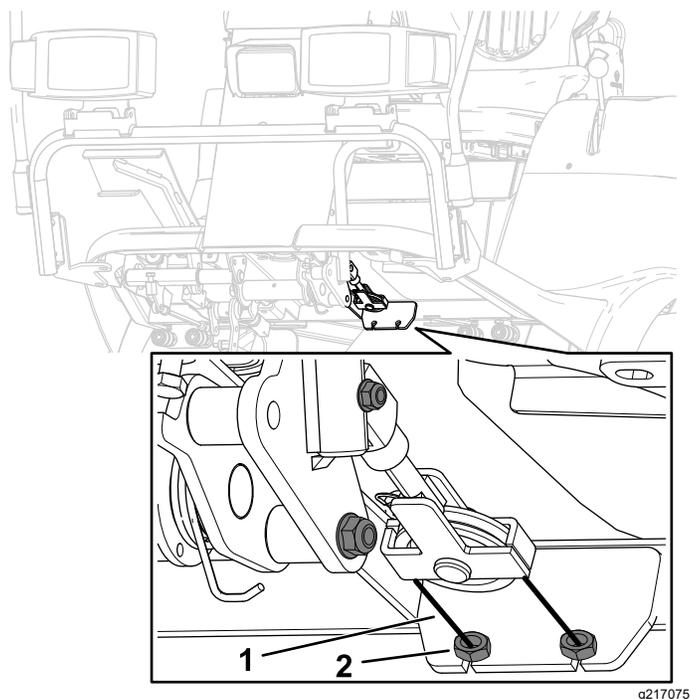

Figura 87
3. Si es necesario realizar un ajuste, afloje las contratueras delanteras y traseras a cada lado de los cables del freno (Figura 87).